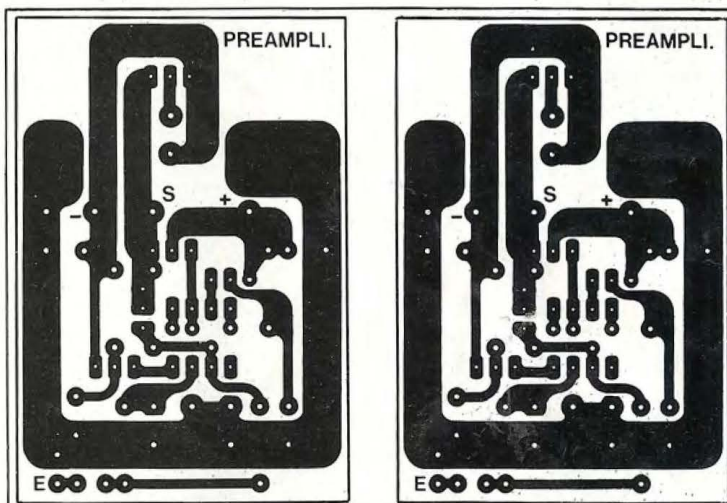

Fig. 8B
– Le préampli haut-niveau, en figure 8B